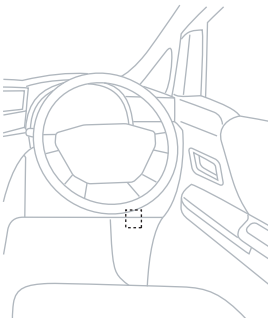

图1
1. 図1からウインカーリレーの場所を確認し、ウインカーリレーからハーネスを外します。